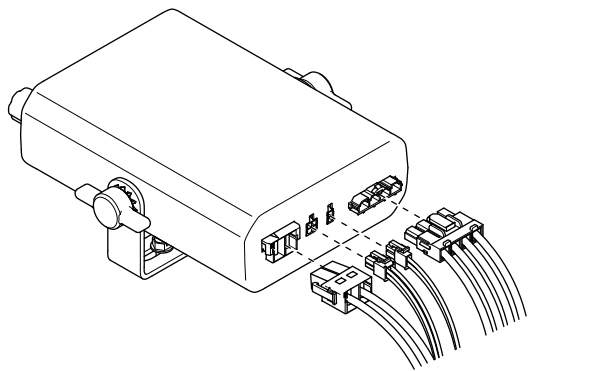

Figura 15
3. Conecte el conector del controlador del arnés de cables al controlador (Figura 15).